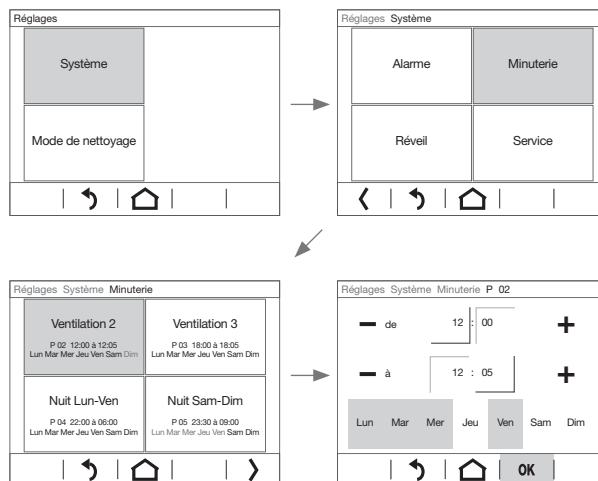

Figure 6 : modification d'une période
### Réglage de l'horloge (figure 6)
Le menu **Minuterie** permet de modifier jusqu'à 16 périodes récurrentes avec point de départ et d'arrêt réglables. Chaque période est affectée à une fonction automatique, par ex. coupure de nuit Lu-Ve de 22:00 à 06:00 (figure 6). Cette période peut être affectée à un, deux, ... tous les jours de la semaine.
- Avec **\***, accéder au menu **Réglages**, sélectionner **Système et Minuterie**. L'affichage bascule dans le menu Horloge. Les périodes programmées s'affichent (figure 6).